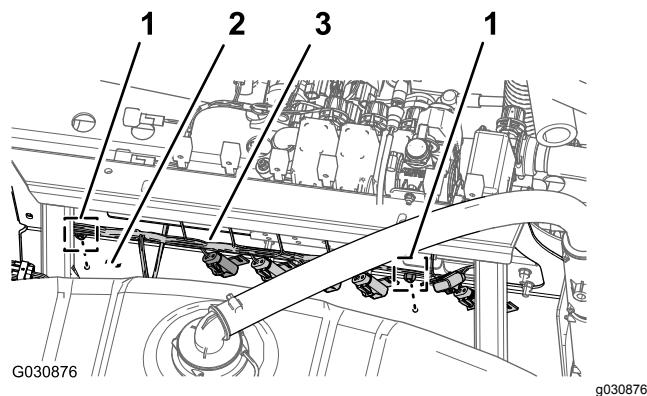

图 56
3. 拆下将后线束固定到歧管安装架前侧的孔的压入式紧固件图 56。